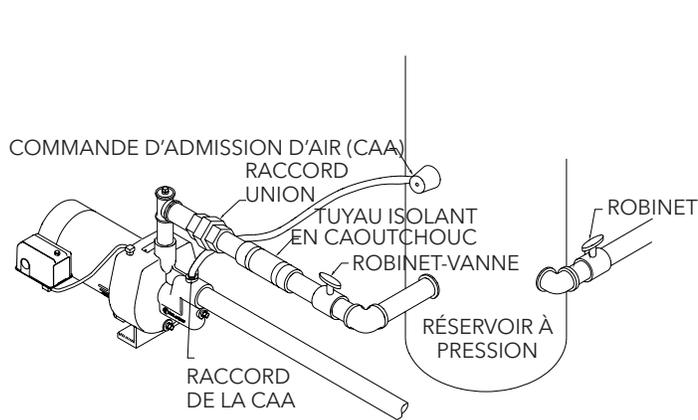

Figure 4 – Système à réservoir à pression standard
1. Vidanger le réservoir de stockage. Séparer d'avec la vieille pompe les tuyaux d'aspiration et de refoulement (distribution) et, au besoin, le tube de la commande d'admission d'air (CAA – fig. 4), puis enlever la pompe.
Il faut utiliser des raccords et accessoires de tuyauterie ordinaires pour relier la pompe à un réservoir à pression standard (fig. 4). On devrait poser un tuyau isolant en caoutchouc entre la pompe et le réservoir pour réduire la transmission du bruit et des vibrations. Poser une commande d'admission d'air dans l'orifice du réservoir prévu à cette fin, puis la relier à la pompe avec un tube de $\frac{1}{4}$ po de diamètre.